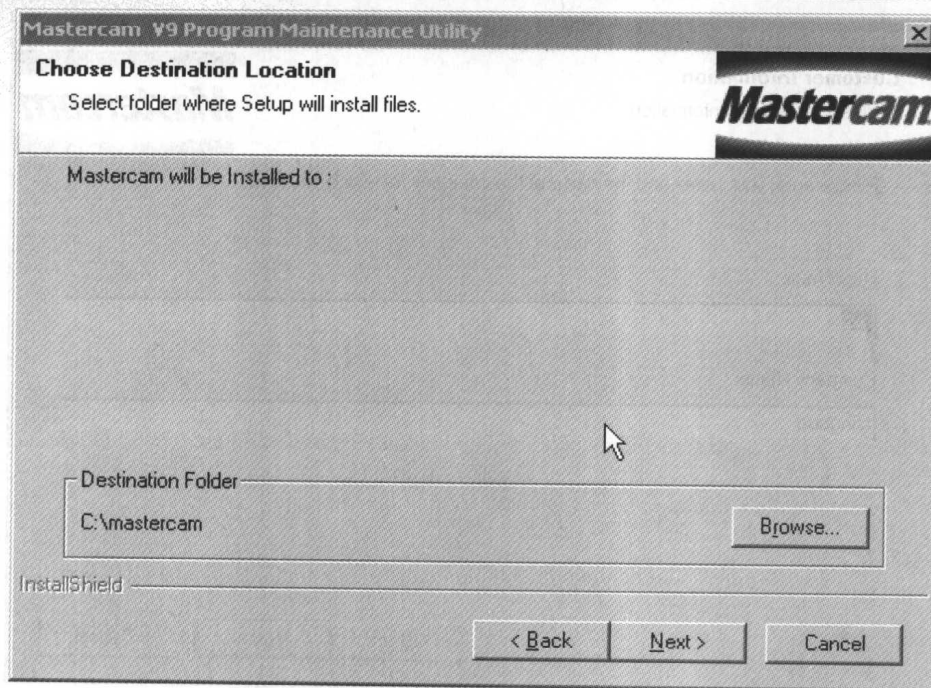

图 1-6 目录设置
6. 系统要求选取安装目录, 可单击该对话框中的【Browse】按钮, 设定正确的安装目录, 如图 1-6 所示。然后单击对话框中的【Next】按钮, 继续安装。